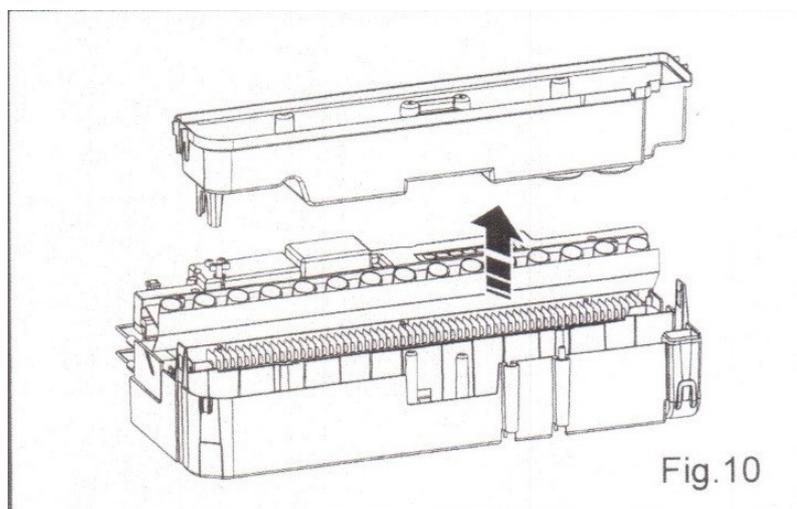

Fig.10
6. Den Sumpf (Abb. 10) vorsichtig und möglichst waagrecht herausheben, damit kein Wasser verschüttet wird.